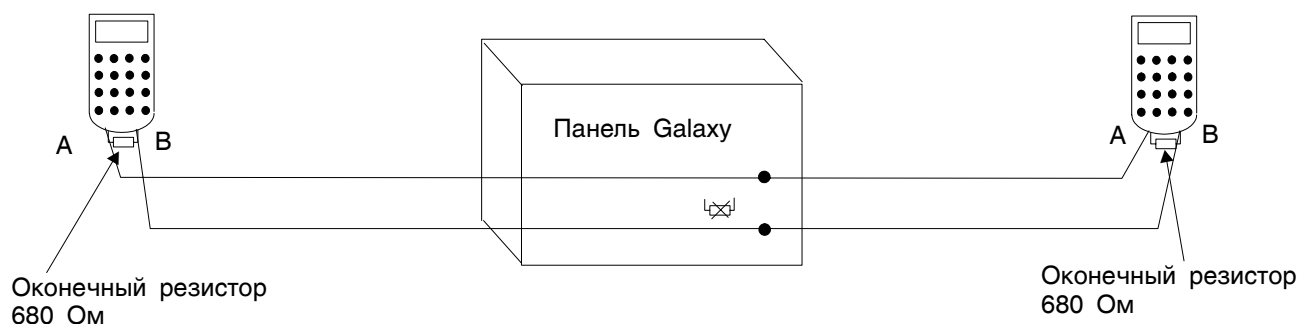

Рис. 2.8. Подключение шины АВ, идущей в двух направлениях от панели.
Любая шина АВ может отводиться от панели не в одном, а в двух направлениях, как показано на рис. 2.8. Это требует небольшой модификации печатной платы контрольной панели.
- установите оконечные резисторы сопротивлением 680 Ом на оба конца шины (см. рис. 2.8).